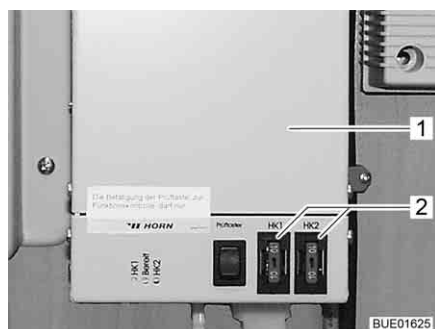

Fig. 171 Regolatore riscaldamento per tubazioni delle acque grigie
I fusibili si trovano sul regolatore (Fig. 171,1).
- Sostituire il fusibile (Fig. 171,2).